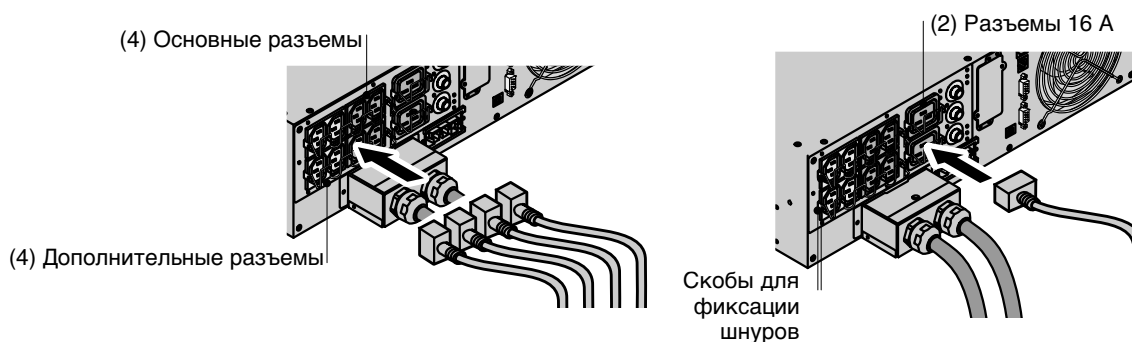

**Рисунок 22. Подключение входного и выходного кабелей (модели EU)**
2. Вставьте входной кабель в соответствующий разъем (см. Рисунок 22).